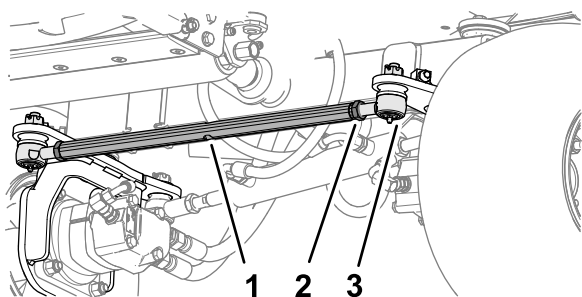

Figura 75
asta di accoppiamento alle estremità dell'asta (Figura 75).
2. Allineate le ruote ruotando l'asta di accoppiamento (Figura 75).